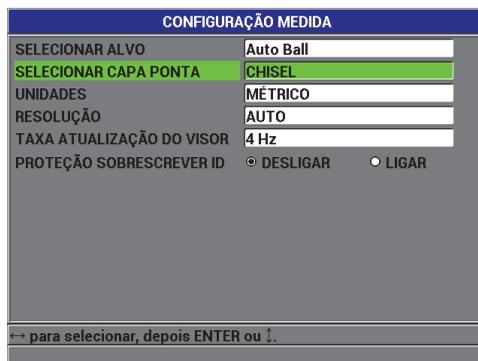

Figura 4-4 Tela CONFIGURAÇÃO MEDIDA
3. Na tela **CONFIGURAÇÃO MEDIDA** (ver a Figura 4-4 na página 86), selecione **1/16 Ball**, **1/8 Ball**, **3/16 Ball**, **1/4 Ball**, **3/16 MagBall**, **1/4 MagBall**, **0.5 Disk**, **V-Disk**, **0.045 Wire** ou **0.026 Wire**.